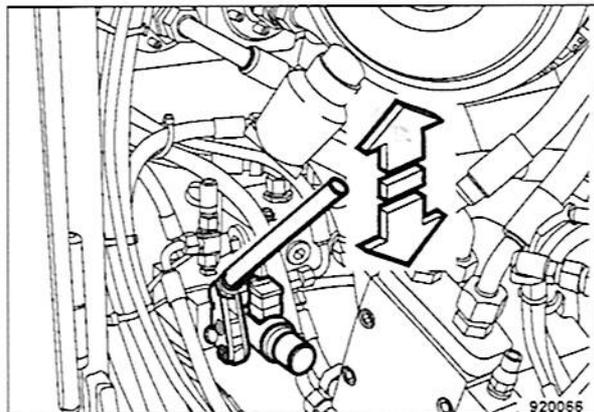

Fig. 102
- Alzar el freno por accionamiento de la bomba de mano (Fig. 102).